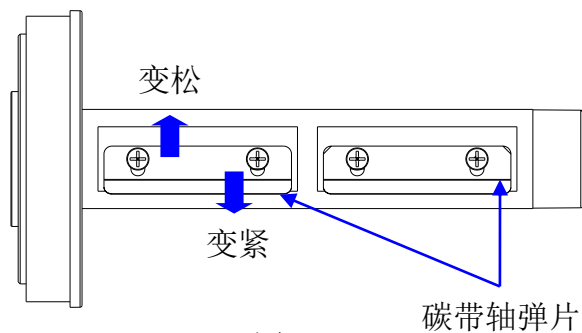

图 2-8
4. (可选) 如果碳带卷与碳带轴装配过松或过紧, 可通过改变碳带轴弹片位置进行调整。如图 2-8 所示, 用十字螺丝刀松开碳带轴弹片上的固定螺丝, 移动弹片改变碳带卷与碳带轴的装配松紧度, 将弹片移动到合适位置后, 锁紧螺丝。